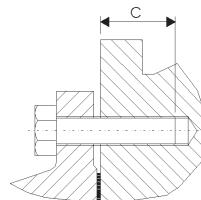

Fig. 3
- Pour le montage du compteur dans la conduite, il convient d'utiliser des vis selon DIN 931. La longueur des vis doit être choisie de sorte qu'une profondeur filetée de C mm (tableau 2) soit assurée dans le compteur (fig. 3). Le couple de serrage maximum recommandé est défini dans le tableau 2.